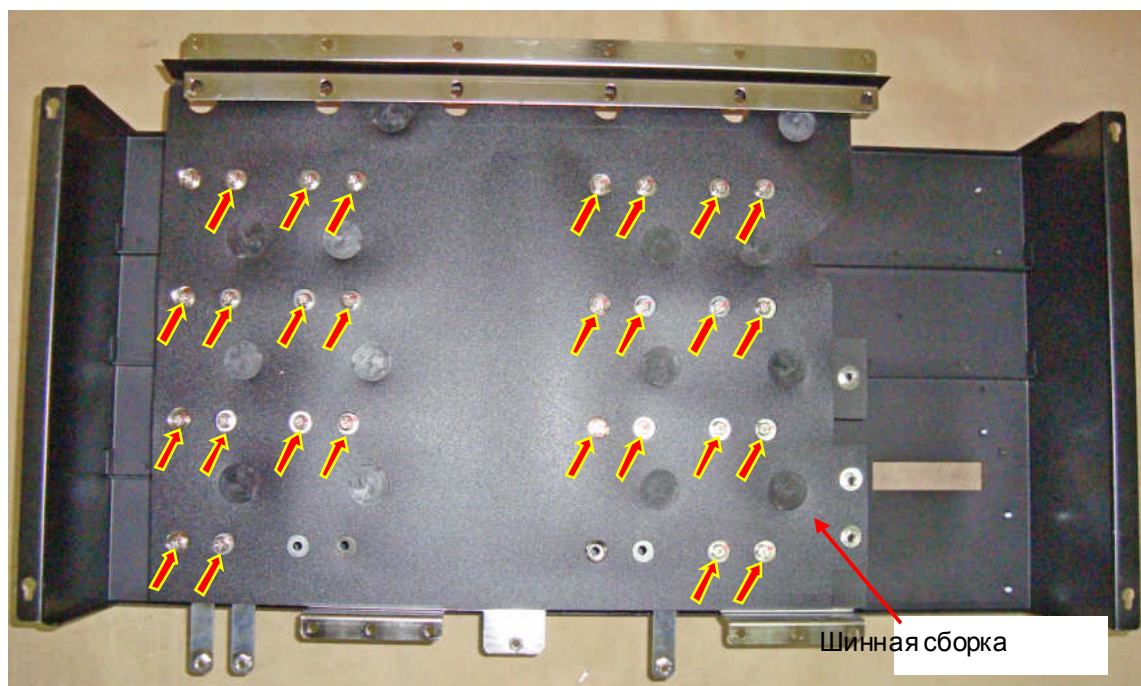

Рис. 6.21.
6.12.1. Установить блок конденсаторов на рабочий стол основанием вверх (рис. 6.21).
6.12.2. Выкрутить 28 винтов (для модели EI-9011-175H) или 32 винта (для модели EI-9011-200H) крепления шинной сборки к выводам конденсаторов (показаны стрелками на рис. 6.21). Снять шинную сборку. Положить винты в тару.